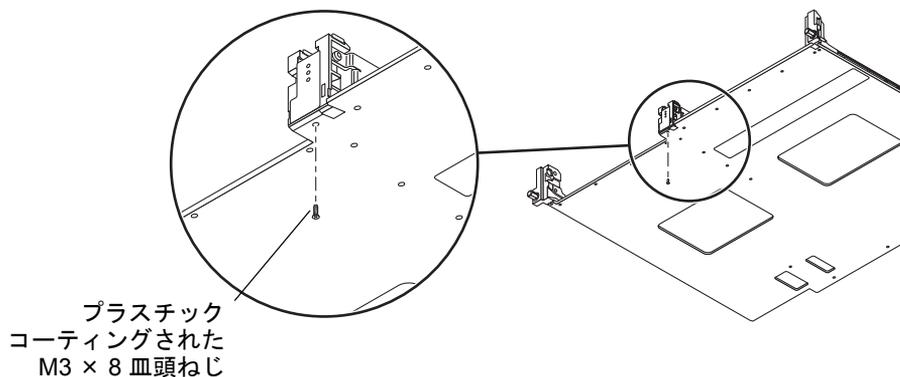

図 10-4 T レールガイドを取り外したあとのセンターガイド留め具の固定
4. FRU パッケージに含まれているプラスチックコーティングされた M3×8 皿頭ねじの 1 本を使用して、センターガイド留め具を新しいキャリアプレートに固定します (図 10-4)。